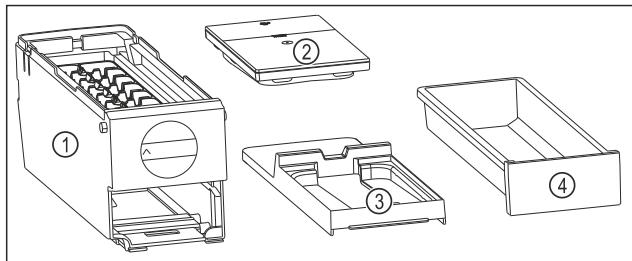

Fig. 84 Съставни части на EasyTwist-Ice
- Разглобявайте EasyTwist-Ice само на изобразените съставни части. (виж Fig. 84)
- Почистете корпуса на EasyTwist-Ice Fig. 84 (1) като едно цяло.
- EasyTwist-Ice е разглобен на четири части. (виж Fig. 84)